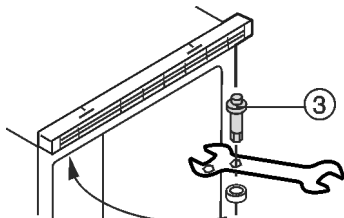

Fig. 3
- Desenrosque el perno de bisagra superior Fig. 3 (3) y enrósquelo en el lado opuesto (con 4 Nm) para fijarlo.
- Enganche la puerta en el perno de bisagra Fig. 3 (3) superior y ciérrela.